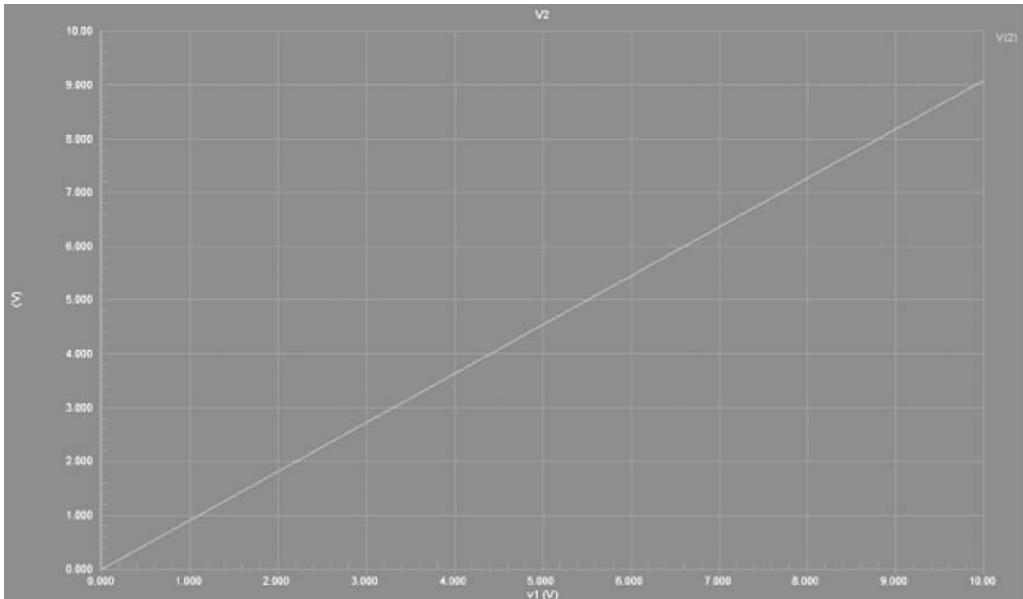

图 3-22 V(2)波形
(10) 出现 Plot Wizard-Finish 界面。
(11) 单击 Finish 按钮。
(12) 出现如图 3-22 所示的 V(2)波形。
(13) 保存设计工程, 并关闭该设计工程。